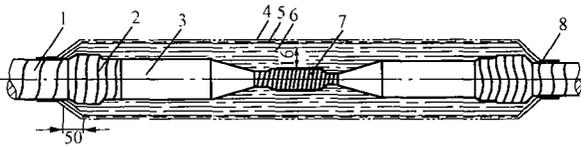

图 E-22
**Je5E2015** 如图 E-22 所示, 标出 35kV 交联电缆绕包接头结构各部分名称。